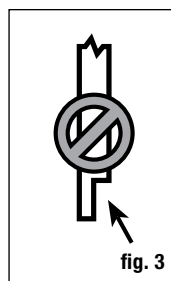

fig. 3
Étape 2 Installez les poteaux du garde-corps avant d'installer les planches du patio. Les poteaux du garde-corps de 10 X 10 cm (4 x 4 po) en cèdre ou pin traité sous pression, fournissent la force structurale pour le garde-corps. La longueur de chaque poteau est déterminée par la largeur totale de solive (généralement 18,4 cm (7 1/4 po)) + l'épaisseur du patio (2,5 cm (1 po)) + hauteur du garde-corps (91,4 cm (36 po)) + espacement pour le capuchon du poteau (3 cm (1,25 po)) = 115,6 cm (45 1/2 po). Important : Ne faites pas d'encoche dans les poteaux de 10 x 10 cm (4 x 4 po) du garde-corps. Cela réduirait la force du poteau et pourrait mener à une défaillance ou l'écrasement du garde-corps (fig. 3).
Étape 3 Grâce au niveau, positionnez, mettez le poteau à niveau et maintenez-le avec un serre-joint à la face intérieure de la solive. Remettez à niveau. Le poteau de garde-corps de 10 x 10 cm (4 x 4 po) devrait être boulonné à l'intérieur de la solive avec deux boulons de carrosserie galvanisés 1/2 x 6 po. Les poteaux de coin utilisent un troisième boulon de carrosserie inséré à travers la solive adjacente (fig. 3).
Important : Ne faites pas d'encoche dans les poteaux de 10 x 10 cm (4 x 4 po) du garde-corps. Cela réduirait la force du poteau et pourrait mener à une défaillance ou l'écrasement du garde-corps (fig. 3).